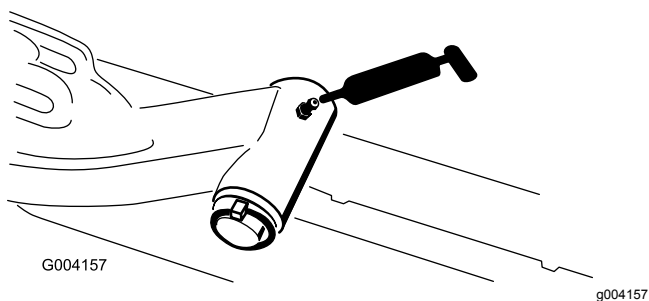

Figure 50
- Axe de pivot des bras de levage (x 1) (Figure 50)